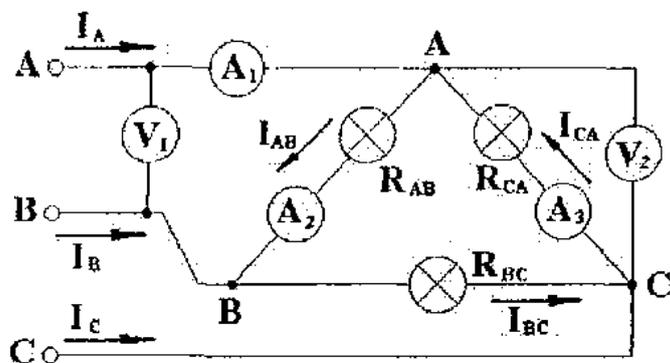
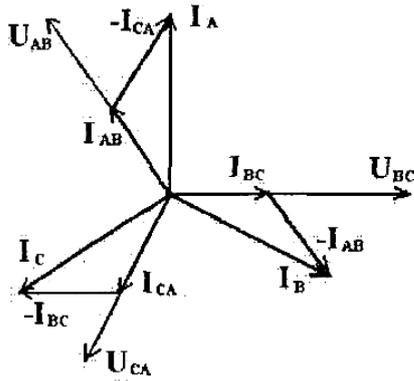

Рис.3.3. Схема с соединением активной трехфазной нагрузки треугольником.
Рис.3.4. Векторная диаграмма токов при равномерной нагрузке соединений треугольником.
Схема соединений показана на рис. 3.3. При этом три фазные нагрузки соединяются последовательно в замкнутую цепь, а места соединений соединяются с линейными проводами линии питания. Иначе можно сказать, что все три фазные нагрузки присоединяются к линейным напряжениям. Фазные токи нагрузки при этом меньше линейных. При равномерной нагрузке фаз $I_L = \sqrt{3} I_\Phi$. Это видно на векторной диаграмме токов для этого режима, показанной на рис. 3.4. При обрыве цепи в одной из фаз нагрузки режим работы других не меняется. При коротком замыкании в фазе нагрузки наступает тяжелый аварийный режим, при котором номинальный режим двух других фаз невозможен. При обрыве одного линейного провода напряжение на двух соприкасающихся с ним фазах падает вдвое. Например, при разрыве линейного провода "А" фазные напряжения на нагрузке равны $U_{bc} = U_L$; $U_{ab} = U_{ca} = U_L/2$.
5.4. Исследование режима равномерной нагрузки по схеме треугольник. Собрать цепь по схеме рис. 3.3 с одинаковыми лампами. Учтите, что в этом режиме токи будут больше чем в режиме по схеме звезда.